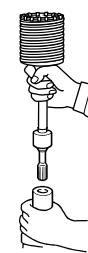

Fig. 12
- (2) Montar la espiga de la barrena tubular en el martillo perforador. (Fig. 12)